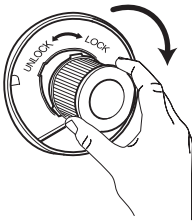

Abb. 25
- Arretieren Sie das neue/gereinigte Lamellen-Zentralfilter-Element durch Drehen im Uhrzeigersinn wieder am Staubbehälter-Deckel (Abb. 25). Achten Sie auf korrekten Sitz, anderenfalls lässt sich das Filtersieb nicht arretieren.